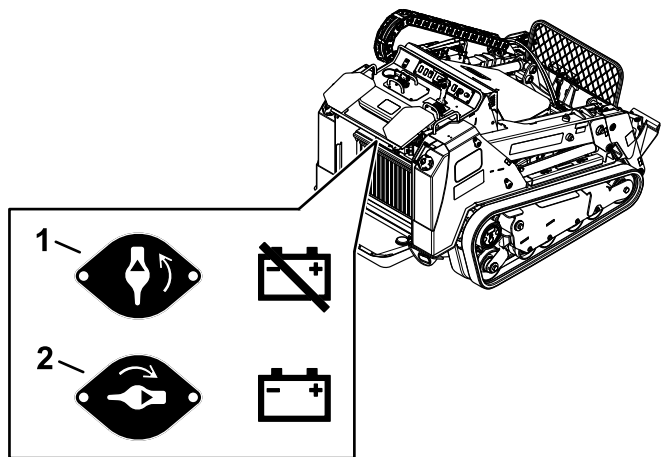

Рисунок 62
- Чтобы подать электропитание на машину, поверните выключатель аккумуляторной батареи по часовой стрелке в положение ВКЛ (Рисунок 62).
- Чтобы отсоединить электропитание от машины, поверните выключатель аккумуляторной батареи против часовой стрелки в положение ВЫКЛ (Рисунок 62).